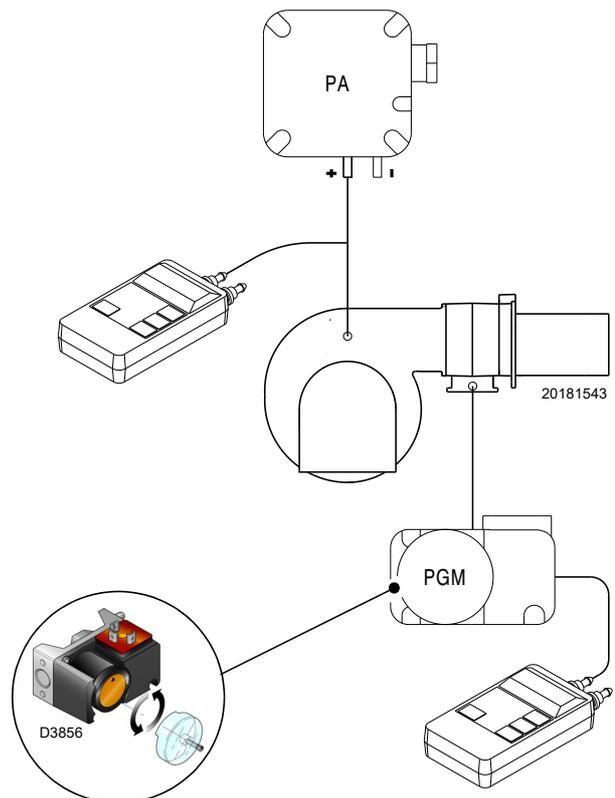

Fig. 33
- Regolare il pressostato gas di massima (Fig. 33 a pag. 34) a fine scala.
Eeguire la regolazione del pressostato gas di massima (Fig. 33) dopo aver effettuato tutte le altre regolazioni del bruciatore con il pressostato gas di massima regolato a fine scala.